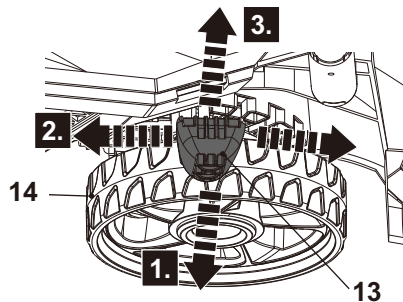

Fig. 13
1. Tirez le levier (13) vers la roue arrière (14) (Fig. 13, étape 1).
2. Déplacez-le en avant ou en arrière pour régler la hauteur de coupe (Fig. 13, étape 2).
3. Relâchez le levier (13) et veillez à ce qu'il s'engage correctement dans son encoche (Fig. 13, étape 3).